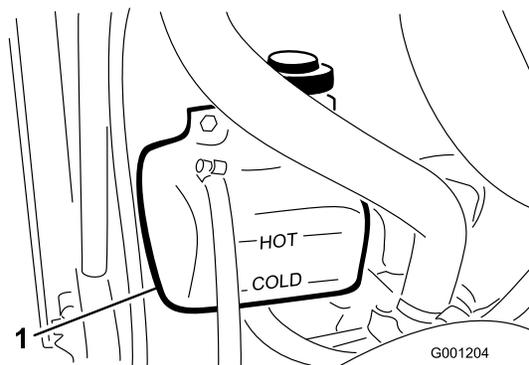

Figura 70
1. Compruebe el nivel de refrigerante en el depósito de expansión (Figura 70).